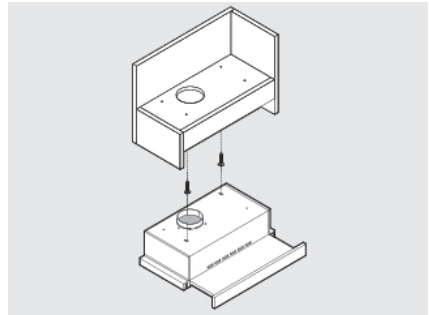

Figura 9.
4. Se deben insertar dos tornillos (4.2X30) en el mueble, para posteriormente soportar la campana con estos, como se muestra en la figura 9
6. Se deben insertar dos tornillos (4.2X30) en el mueble, para posteriormente soportar la campana con estos, como se muestra en la figura 9.